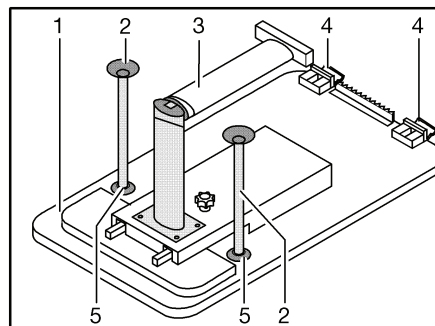

Bild 92 Bettunterbau
- Tischplatte (Bild 92,1) vorn leicht anheben.
- Tischfuß (Bild 92,3) am Gelenk entriegeln und einklappen.
- Tischplatte ca. 45° nach oben schwenken und Halterungen (Bild 92,4) aus der oberen Halteschiene aushängen.
- Je nach Modell die beiden zusätzlichen Stützfüße (Bild 92,2) in die Aufnahmen (Bild 92,5) an der Unterseite der Tischplatte stecken.